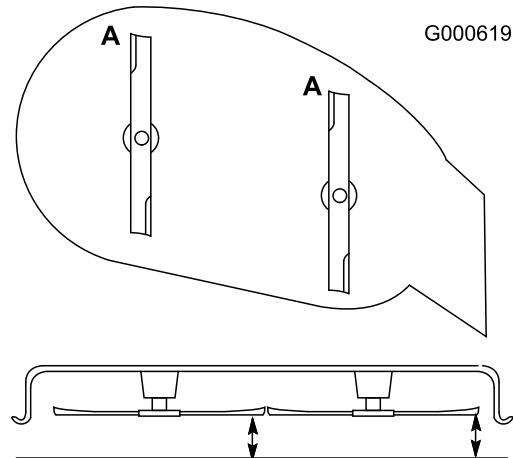

Figura 35
1. Girate le lame fino a disporle in parallelo con la lunghezza della macchina (Figura 35). Misurate da un piano orizzontale fino al tagliente delle lame, posizione A, (Figura 35). Prendete nota di questa misura.